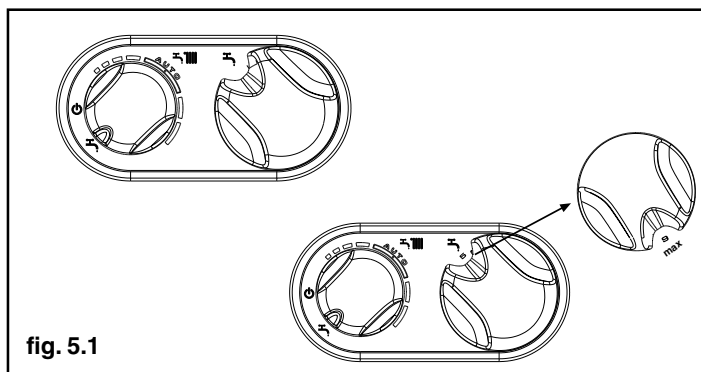

fig. 5.1
- portare il selettore di funzione su estate "☀" (fig. 5.1) e il selettore temperatura acqua sanitario al valore massimo (fig. 5.1).